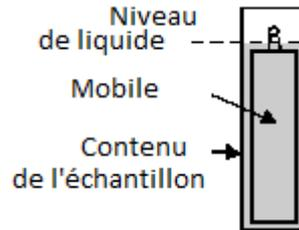

Figure 14: Adaptateur APM plein
- Vérifiez le niveau de l'échantillon. Le niveau de l'échantillon devra être approximativement au milieu du cône qui est connecté au crochet du connecteur du mobile (H). Veuillez consulter la figure 14 pour toutes informations supplémentaires.
- Placez le bouchon supérieur (N).